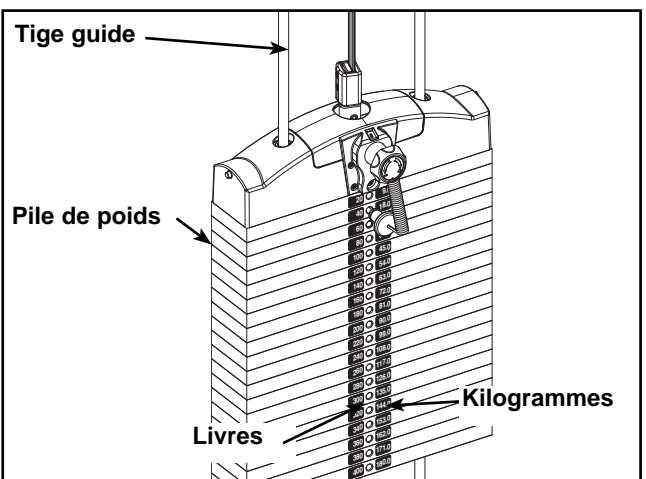

Figure 18
- E. Enlevez avec précaution la pellicule protectrice en veillant à ce que les autocollants adhèrent aux plaques de poids. Reportez-vous à la figure 18.